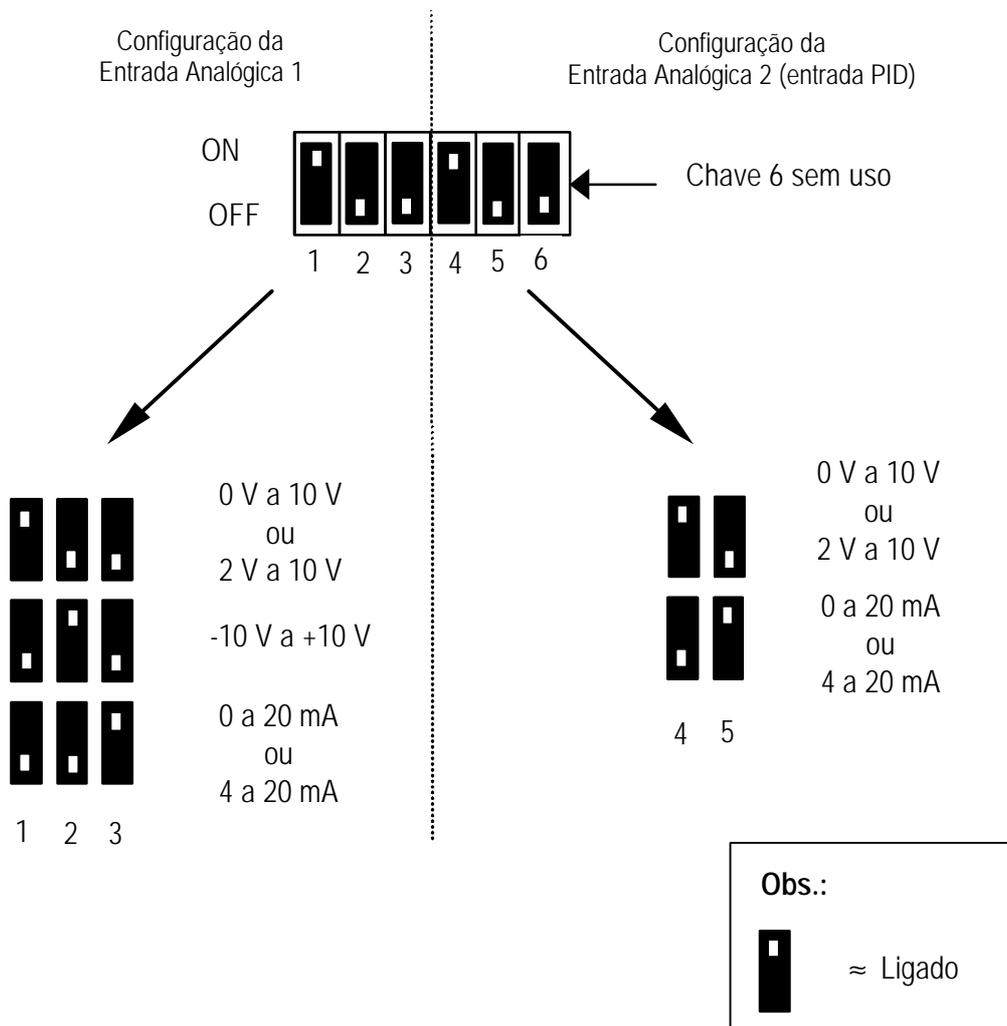
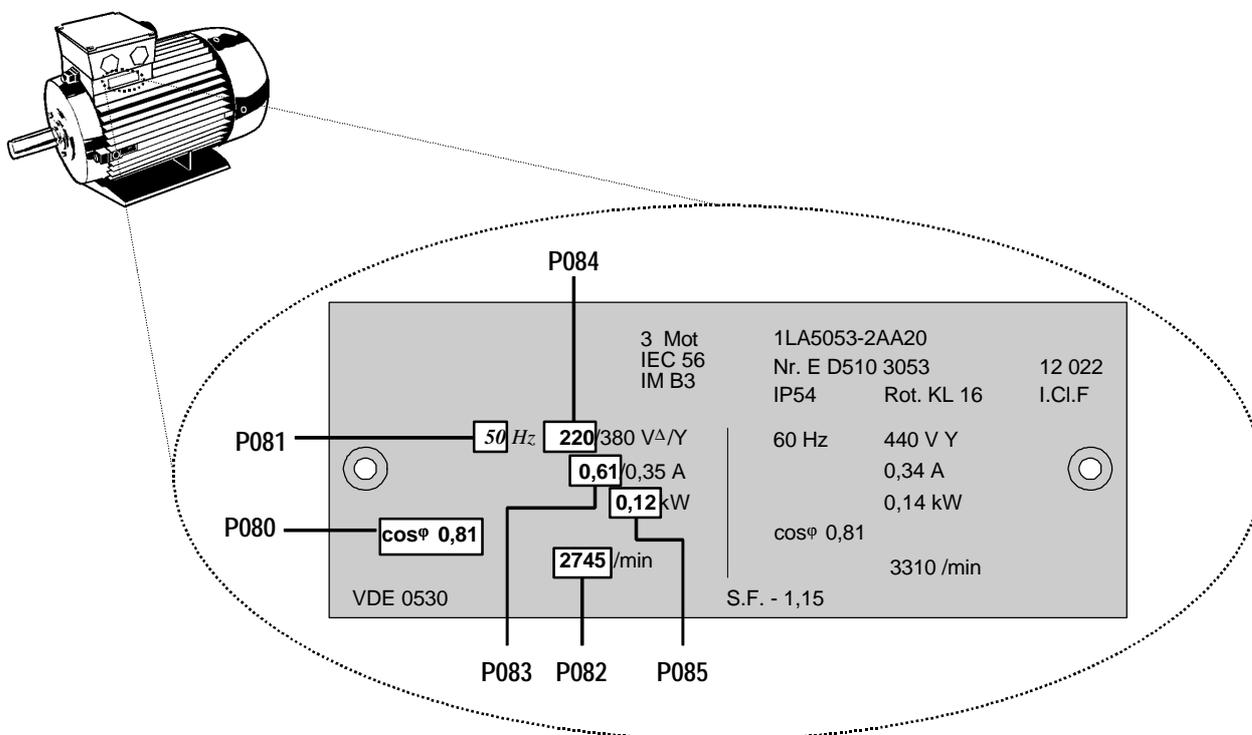

Figura 16. Microchaves Seletoras
Figura 17: Exemplo de Placa de Identificação de um Motor
As microchaves selecionam entre entrada analógica em tensão (V) e corrente (I), e também selecionam um sinal de realimentação para PID em tensão ou em corrente (veja Figura 16: Microchaves Seletoras). Estas chaves podem ser acessadas somente quando:
As cinco microchaves seletoras devem ser ligadas de acordo com os ajustes de P023 ou P323 para a operação do inversor. A Figura 16 mostra o ajuste das chaves para os diferentes modos de operação.
- (1) O inversor não possui nenhuma chave principal de rede, portanto o mesmo estará ativo quando conectado à alimentação principal. O equipamento aguarda, com a saída bloqueada, o acionamento da tecla PARTIR ou um sinal digital equivalente no borne 5 (sentido horário – ajuste de fábrica) ou 6 (sentido anti-horário – ajuste de fábrica) – veja os parâmetros P051 a P055 e P356.
- (2) Caso seja selecionado para visualização a frequência de saída (P001 = 0), enquanto o inversor não estiver operando será visualizado o valor de referência em intervalos de aproximadamente 1,5 segundos.
- (3) O inversor vem programado de fábrica para aplicações padronizadas com motores Siemens. No caso de serem utilizados outros motores, será necessário entrar com os dados de placa do motor nos parâmetros P080 a P085 (veja Figura 17). **Obs.: Estes parâmetros somente serão acessíveis caso P009 = 002 ou 003.**
- (1) Conectar uma chave simples tipo liga/desliga, nos bornes 9 e 5. Com ela será ajustado o inversor para rotação do eixo do motor no sentido horário (ajuste padrão).
- (2) Fixar todas as tampas do inversor e ligá-lo à rede. Ajustar o parâmetro P009 em 002 ou 003 a fim de permitir o ajuste de todos os parâmetros.
- (3) Verificar que o parâmetro P006 esteja ajustado em 000 para receber a referência digital.
- (4) Ajustar o parâmetro P007 em 000 para especificar a entrada digital (DIN1, borne 5 neste caso) e bloquear as teclas do painel de comando.
- (5) Ajustar o parâmetro P005 para a referência de frequência desejada.
- (6) Ajustar os parâmetros P080 a P085 de acordo com a placa de identificação do motor (veja Figura 17).
- (3) Configurar a Entrada Analógica 1 ajustando as microchaves 1, 2 e 3 para entrada em tensão (V). (veja Figura 16, Seção 4.1.2)
- (4) Fixar todas as tampas do inversor e ligá-lo à rede. Ajustar o parâmetro P009 em 002 ou 003 a fim de permitir o ajuste de todos os parâmetros.
- (5) Ajustar o parâmetro P006 em 001 para receber a referência analógica.
- (6) Ajustar o parâmetro P007 em 000 para especificar a entrada digital (DIN1 (borne 5) neste caso) e bloquear as teclas do painel de comando.
- (7) Ajustar os parâmetros P021 e P022 para especificar as frequências de saída mínima e máxima, correspondentes à mínima (0 V) e à máxima (10 V) referência analógica.
- (8) Ajustar os parâmetros P080 a P085 de acordo com a placa de identificação do motor (veja Figura 17).